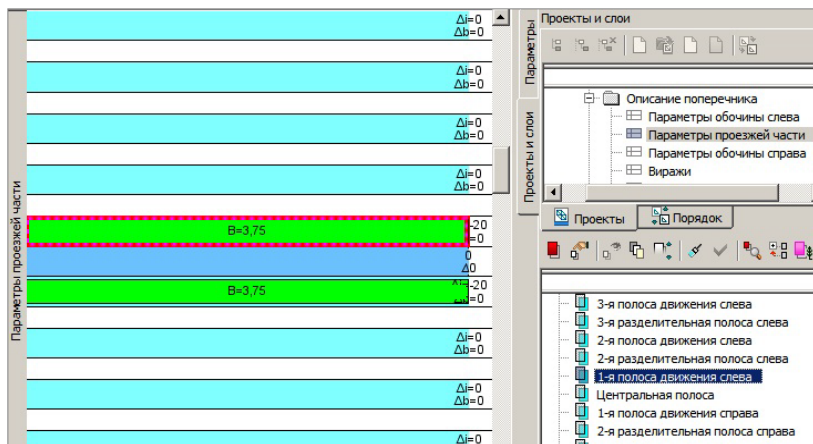

Рис. 13.2
1. В окне **Проекты** укажите курсором проект **Параметры проезжей части** (узел Описание поперечника) – графы сетки подтянутся в зону видимости (рис. 13.2).
Наличие и параметры дорожных полос в составе проезжей части скопированы из шаблона: две полосы движения шириной по **3,75** м и с уклоном «**-20‰**». Они записаны в графах как **1-я полоса движения слева/справа** от оси (рис. 13.2).